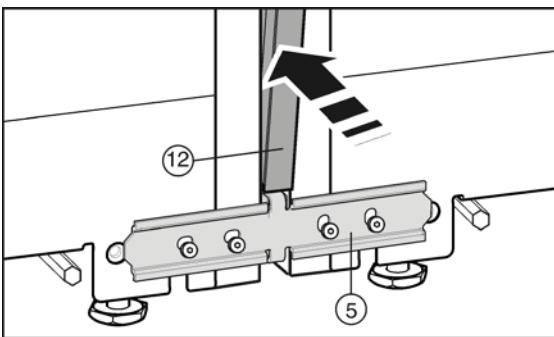

Fig. 9
安裝護板條 Fig. 9 (12)前在整個長度上擠壓兩個隔板。輕輕將護板條放入縫隙中。用軟布按壓護板條，以防止護板表面凹陷。小心正確地將護板條壓入縫隙，以確保接合無誤。
- 在設備正面將長護板條 Fig. 9 (12)壓入垂直縫隙中。注意，護板條位於連接板 Fig. 9 (5)上。